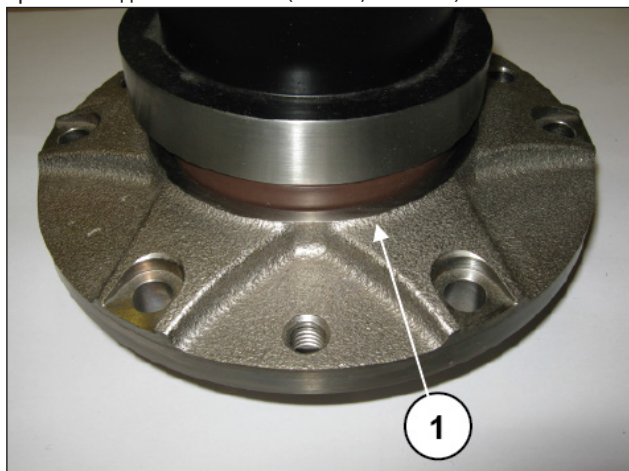

Рис. 117
Вставьте радиальное уплотнительное кольцо внутрь крышки подшипника BOM (поз. ①, Рис. 117).